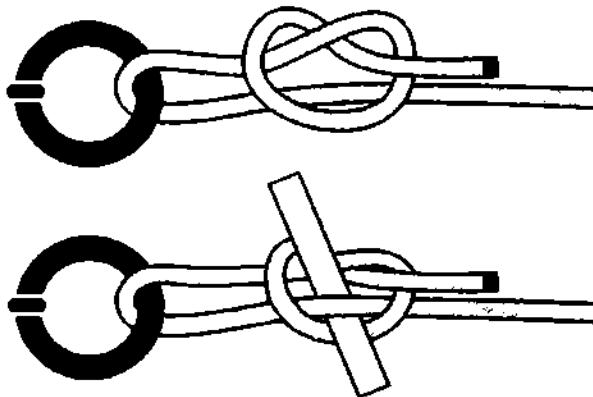

Рис. 360. Скользящий простой узел с kleвантом.
**Бегущий простой узел** можно завязать с клевантом. Ходовым концом вяжется **простой узел**, который накладывается сверху на коренной конец (рис. 360). Узел легко